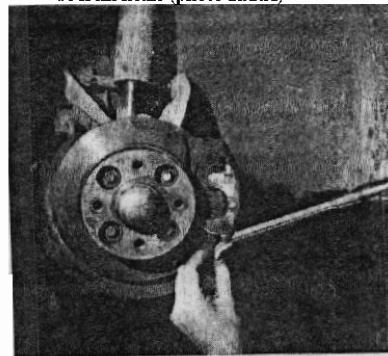

Fig 9: Mise en place de la clavette (photo R.T.A)
- Engager le verrou supérieur (voir figure 9). Faire levier avec un tournevis pour pousser l'étrier.